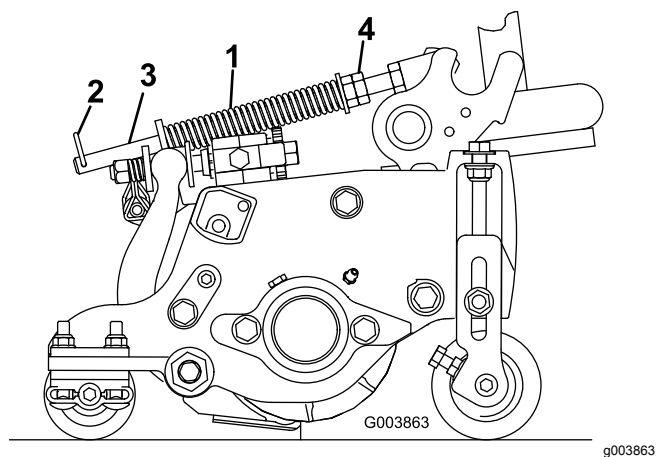

図 15
ターフ補正スプリング 図 15 は、前ローラから後ローラへと、Cuttingユニットの体重移動を行います。これにより、マーセリングやボビングと呼ばれる「波打ったような」仕上がりを防いでいます。
1. ヘアピンコッターがスプリングロッドの後の穴に差し込まれていることを必ず確認しておいてください 図 15。
2. スプリングロッド前部の六角ナットを締めて、スプリング圧縮状態の長さが以下の通りになるようにする。リールマスター5410の5"カッティングユニットでは 12.7cm、リールマスター 5510 との7" カッティングユニットでは 15.9cm (図 15) を参照。